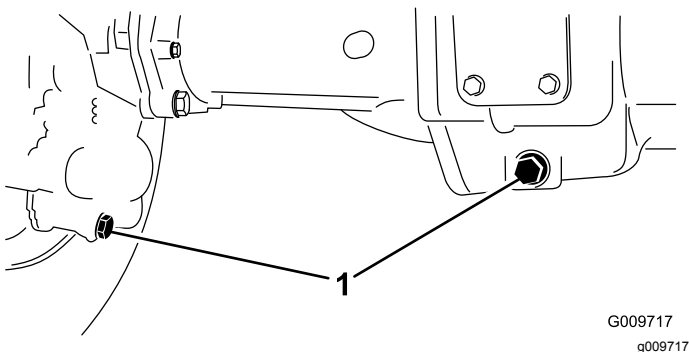

Bild 47
2. Reinigen Sie den Bereich um die drei Ablassschrauben, d. h. jeweils eine an beiden Enden und eine in der Mitte (Bild 47).